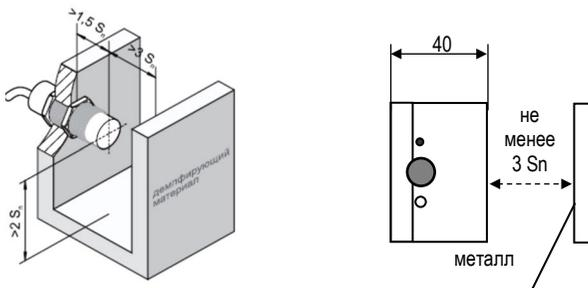

Рисунок 3 – Минимальные расстояния до демпфирующих материалов
5.1 Выключатели рассчитаны на не утапливаемую установку. Для ВБЕ-Ф60 перед активной поверхностью требуется зона, свободная от металла на расстоянии 3Sn (см. табл. 1). При монтаже ВБЕ-Ц30, ВБЕ-Ц18 следует учитывать минимально допустимые расстояния до окружающих элементов конструкций из металла, указанные на рис. 3.